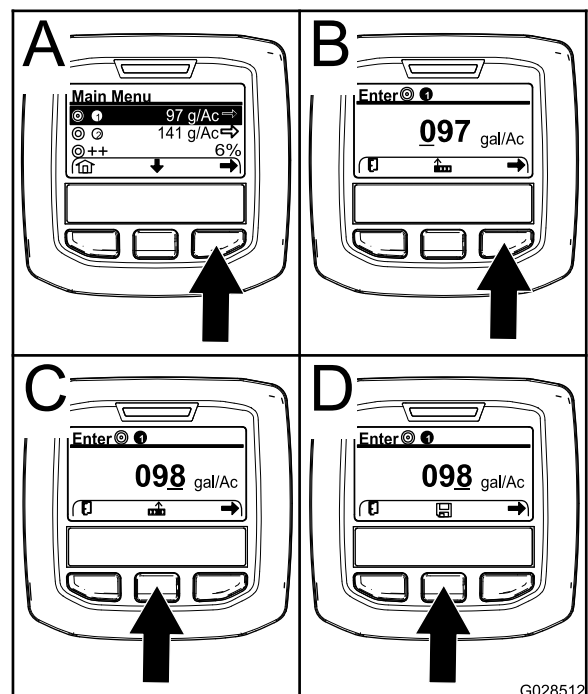

Figure 57
2. Au besoin, appuyez sur le bouton de sélection central pour mettre en surbrillance le débit d'application du programme 1 (Figure 57).
3. Appuyez sur le bouton de sélection droit pour sélectionner le programme de pulvérisation 1 (A de Figure 57).
- Appuyez sur le bouton de sélection droit (B de Figure 57) pour amener le curseur à la valeur numérique suivante à droite.
- Appuyez sur le bouton de sélection central (C de Figure 57) pour augmenter la valeur numérique (0 à 9).
Remarque: L'icône de sauvegarde s'affiche alors au-dessus du bouton central (D de Figure 57).
- Appuyez sur le bouton de sélection central (D de Figure 57) pour sauvegarder le débit d'application programmé.